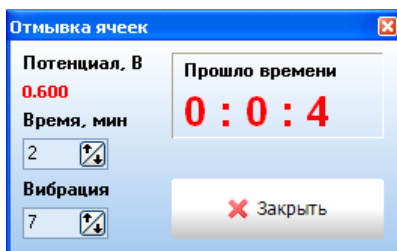

Рис. 4.6. Окно отмывки ячеек анализатора
**Отмывка ячеек** **Ctrl+W** — производится отмывка всех ячеек с целью уменьшения влияния возможных загрязнений стаканчика и электродов на результат анализа. Отмывка ячеек начинается сразу после команды отмывки. Окно отмывки показано на Рис. 4.6.